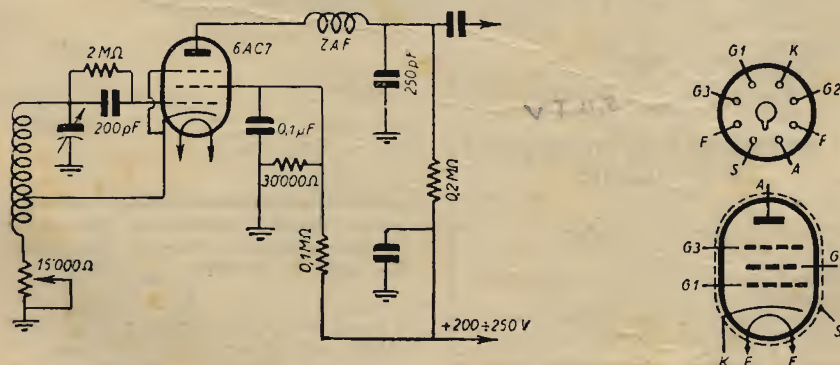

Fig. 42 (Cons. 6659). Ricevitore a reazione e collegamenti alle zoccole del tubo 6AC7.
1) Il tubo 6AC7 può funzionare come ricevitore a reazione adottando lo schema riportato nella fig. 42. Il medesimo schema serve anche per il tubo 6RV.